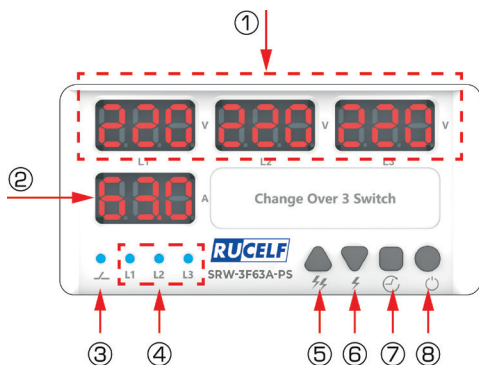

Рис. 2. Индикация и органы управления
5.4. Прибор готов к работе. После подачи питания начнется отсчет времени задержки включения реле, по истечении которого включится питание нагрузки, начнет светиться индикатор питающей фазы (рис. 2 п. 3–4).
Нажмите ■ [п.7 рис. 2] для установки времени включения.